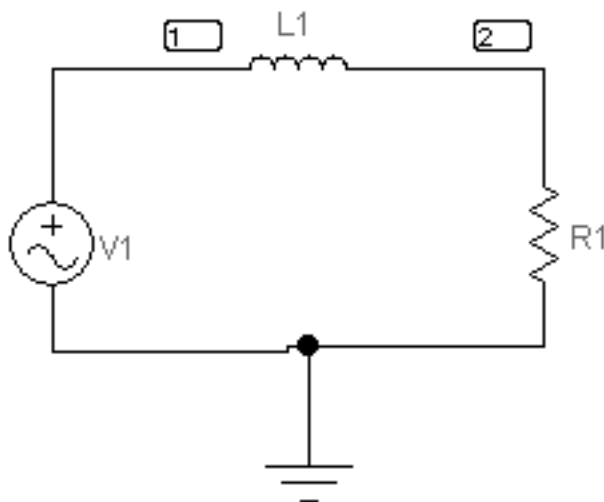

Рис.35. Схема досліджуваного кола
2.1.6. Експериментальне визначте амплітудно-частотну і фазочастотну характеристики кола. Спосіб дослідження полягає у виконанні обчислень за допомогою програми, вбудованої в EWB. Для використання цієї програми необхідно позначити місця з'єднання елементів кола. Для цього в меню **Circuit** вибрати **Schematic options**, і у вікні, **Show / Hide** включити опції **Show Reference ID**, **Show values** і **Show nodes**. Схема набуде вигляду (рис.35).